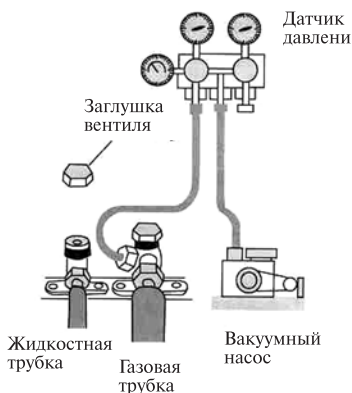

Рис. 9
10. По возможности, удалите воздух и жидкость, оставшиеся в системе хладагента с помощью вакуумного насоса (см. рис. 9).